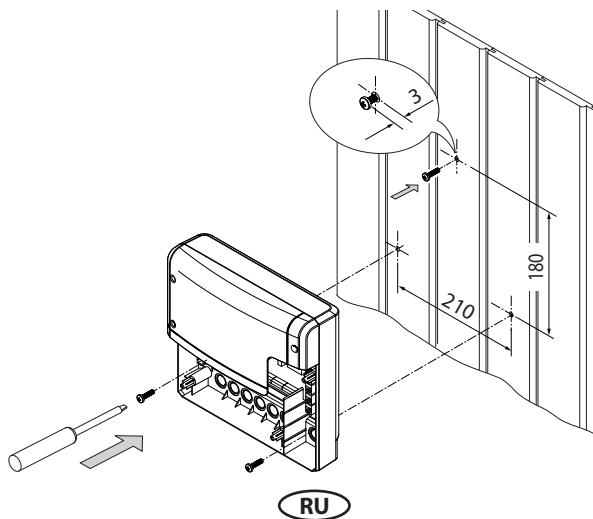

Рис. 2
2. В верхнее среднее отверстие вкрутите один из шурупов. На этом шурупе закрепляется силовой модуль. Для этой цели оставьте винт выступающим на 3 мм (подробно на рис. 2).